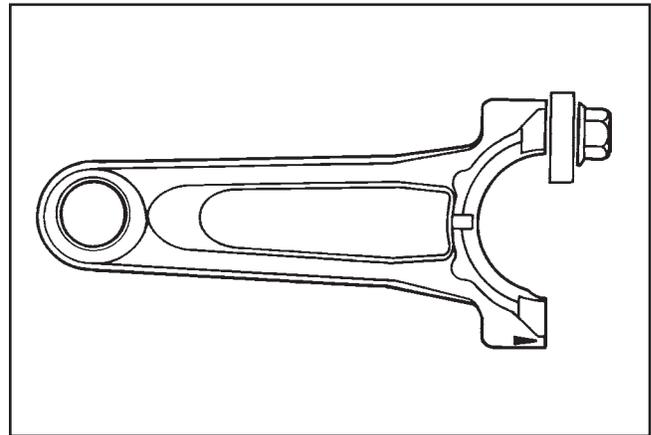

Abbildung 2-2. Kurbelwelle-/Kipphebelwerkzeug
4. Eine flache Unterlegscheibe mit dem korrekten Innendurchmesser und einem Außendurchmesser von ca. 1 Zoll verwenden, die auf die Kopfschraube aufgezogen wird (Code Kohler Nr. **12 468 05-S**). Die Kopfschraube und die Unterlegscheibe an der Fugenoberfläche der Stange montieren, wie in Abbildung 2-2 gezeigt.